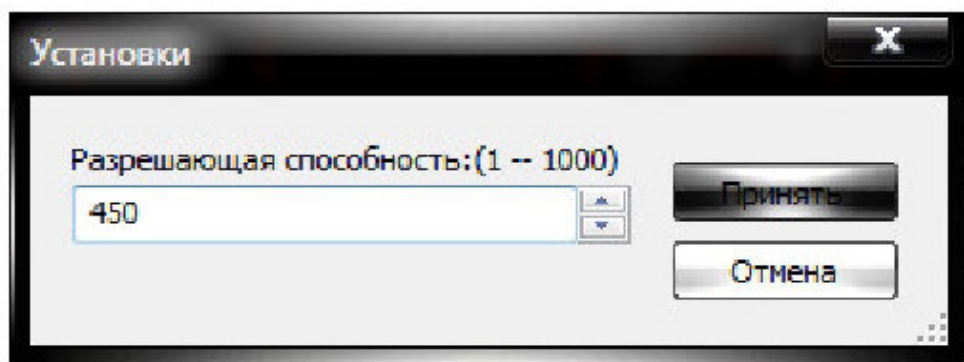

Рис. 6. Диалоговое окно «Установки».
- «Уст...» - кнопка предназначена для выбора разрешающей способности плоттера Боде. После нажатия на кнопку «Уст...» открывается диалоговое окно «Установки» (рис. 6), в котором в поле «Разрешающая способность» можно установить необходимое количество точек разрешения в диапазоне от 1 до 1000 и для того, что бы изменения вступили в силу, нажать на кнопку «Принять». В нижней части панели управления плоттера Боде расположено четыре переключателя («Вх +», «Вх -», «Вых +», «Вых -»), которые отображают наличие подключения выводов плоттера Боде к исследуемой схеме.